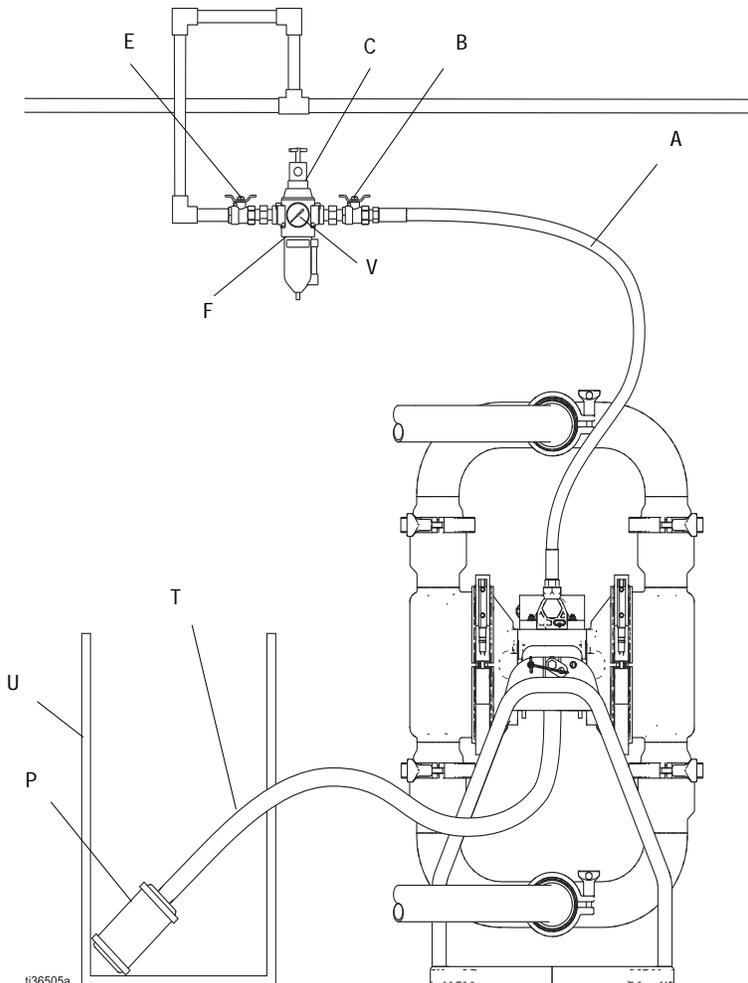

ABB. 3: Entlüften von Abluft
Sicherstellen, dass die Anlage für die jeweilige Installation richtig belüftet ist. Wenn brennbares oder gefährliches Material gepumpt wird, muss die Abluft an einen sicheren Ort geleitet werden, weg von Menschen, Tieren, Bereichen mit Lebensmitteln und allen Entzündungsquellen. Bei Membranriss kann die gepumpte Flüssigkeit mit der Luft abgeleitet werden. Einen geerdeten Behälter an das Ende der Abluftleitung stellen, um das Material aufzufangen. Siehe ABB. 3.
1. Den Schalldämpfer (P) aus der Abluftöffnung in der Pumpe ausbauen. Siehe ABB. 3.
2. Eine leitende, geerdete Abluftleitung (T) installieren und den Schalldämpfer (P) mit dem anderen Ende der Leitung verbinden. Die Abluftleitung muss einen Innendurchmesser von mindestens 25,4 mm (1 Zoll) haben. Wenn eine Leitung benötigt wird, die länger als 4,57 m (15 ft) ist, muss der Durchmesser größer sein. Scharfe Biegungen oder Knicke in der Leitung vermeiden.
3. Einen leitenden, geerdeten Behälter (U) an das Ende der Abluftleitung stellen, um im Fall eines Membranrisses Material aufzufangen. Siehe ABB. 3.